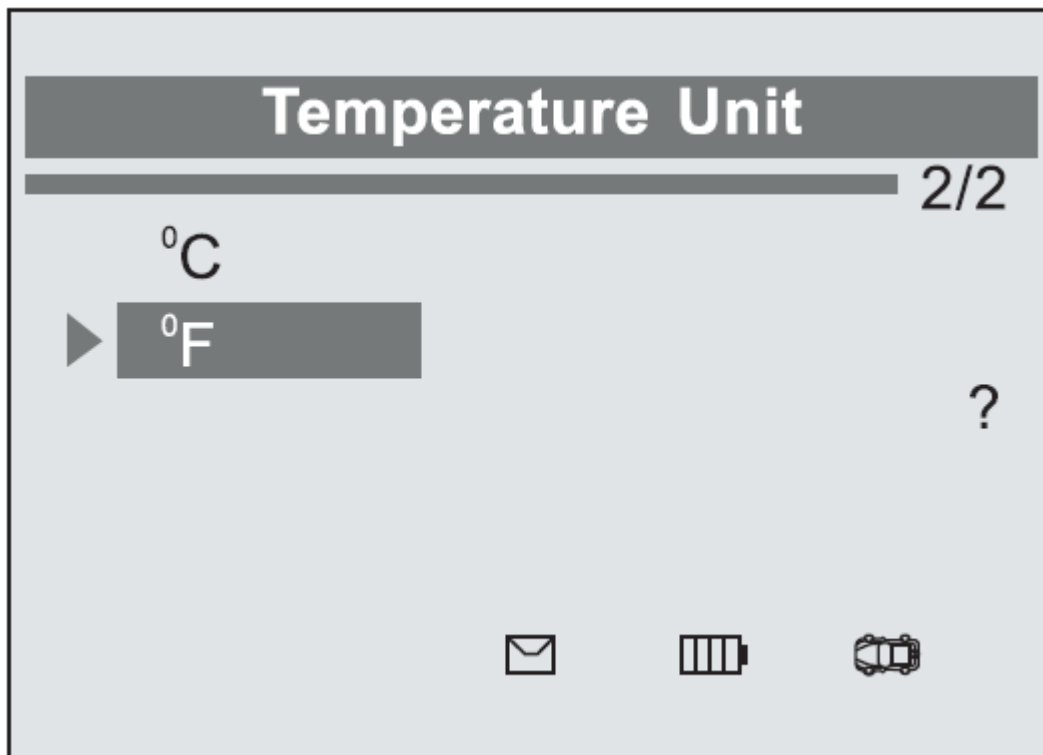

图 3.9
- 2) 从温度单位屏幕上，使用向上/向下滚动按钮来选择温度的所需的单位。（图 3.9）